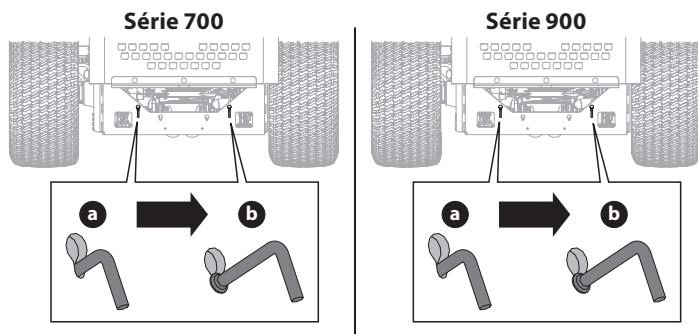

Fig. 35
1. Pour engager les tiges de dérivation de la transmission, tirez la tige (a) vers le haut dans l'ouverture la plus large de la fente de la clé, puis tirez vers l'arrière jusqu'à ce que le collier de la tige passe à travers le cadre (Fig. 35).
2. Redescendez la tige dans la petite ouverture de la fente de la clé, en veillant à ce que le collier soit fixé à l'extérieur du cadre (b). Répétez de l'autre côté (Fig. 35).